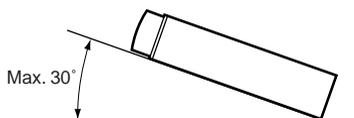

Figura 3
3. Installare l'apparecchio con un'inclinazione non superiore a 30° rispetto al piano orizzontale. (Figura 3)